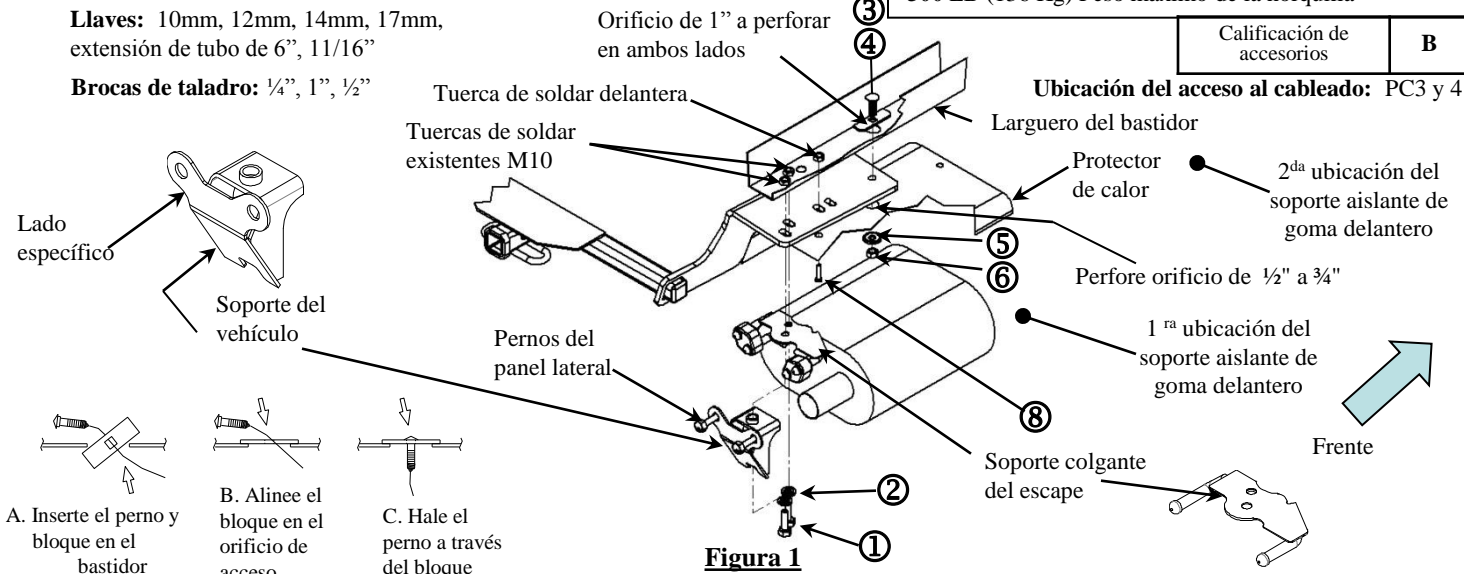

Figura 2
②	Cant. (5)	Arandela Cónica, 3/8"	⑥	Cant. (2)	Tuerca Hexagonal, 7/16-14
③	Cant. (2)	Perno de Carruaje, 7/16-14 X 1.5 GR5	⑦	Cant. (1)	Perno Hexagonal, M8-1.25 x 50 CL10.9
④	Cant. (2)	.915 X 3.000 X 10GA Espaciador	⑧	Cant. (2)	Perno Hexagonal, M6 1.0 x 40
- Usando el enganche como plantilla marque y perfore los (1) orificios en ambos lados. Perfore un orificio piloto de 1/4" en ambos lados.
- Inserte el perno de carruaje y el espaciador dentro del bastidor como se muestra dejando el cable de halar unido. Ver Figura 2.